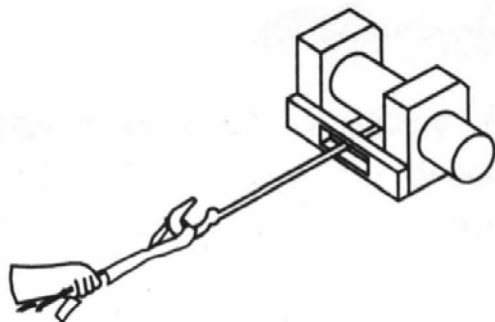

Figura 8
**Avertisment:** Folosiți întotdeauna dispozitivul de protecție a mâinilor (figura 8). Nu țineți cârligul cu mâna. Acest lucru este important nu numai atunci când înfășurați cablul de sârmă, ci și atunci când scoateți cablul de sârmă din trolu sub tensiune.